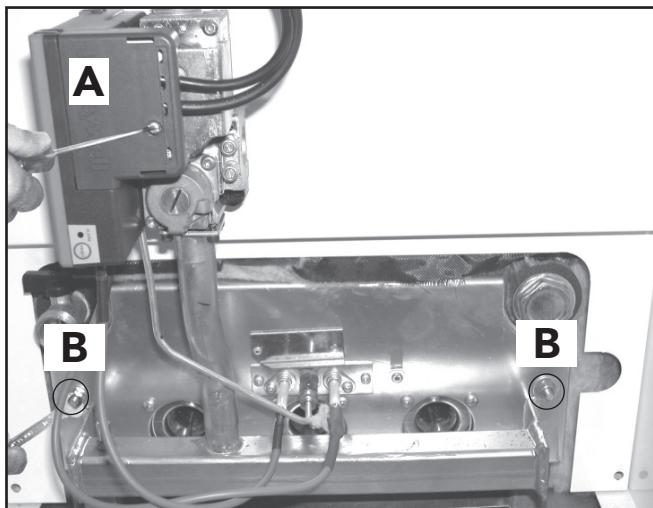

fig. 8
- Retire a unidade electrónica de comando **A** da válvula do gás (fig. 8);
- Desaperte as duas porcas **B** que fixam a porta da câmara de combustão aos elementos em ferro fundido da caldeira (fig. 8);